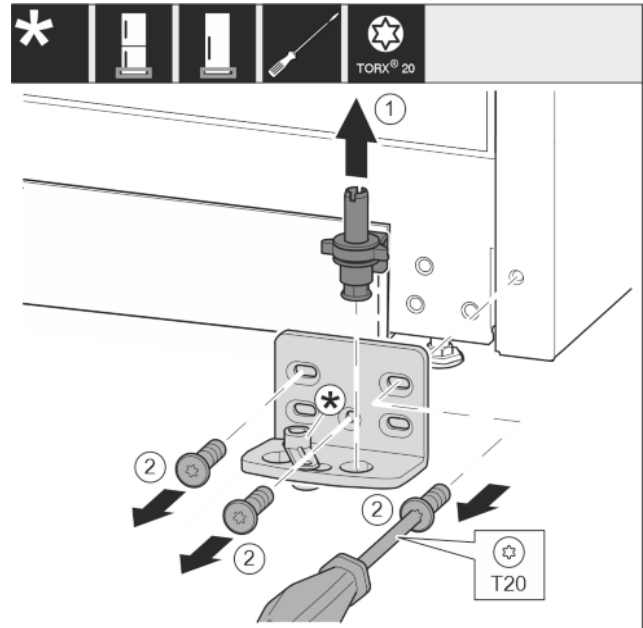

Fig. 13
- Extrageți complet bolțul de lagăr în sus. Fig. 13 (1)
- Extrageți prin rotire și detașați șuruburile cu șurubelnița T20. Fig. 13 (2)